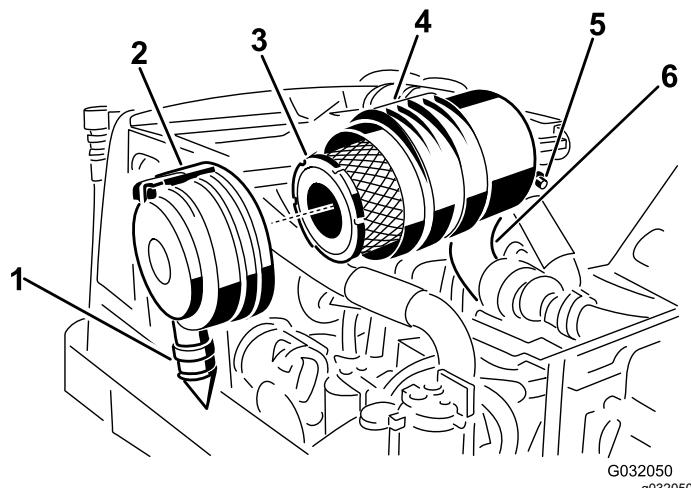

Figura 48
- Retire o filtro principal (Figura 48).
3. Substitua o filtro principal (Figura 48).
entre cerca das 5h00 a 7h00 quando vista da extremidade, e prenda o trinco (Figura 48).